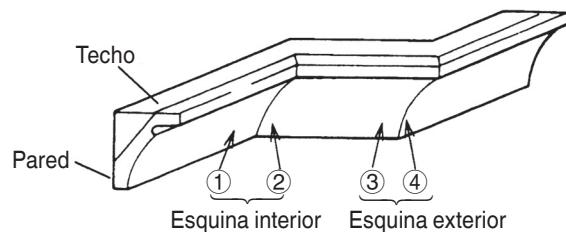
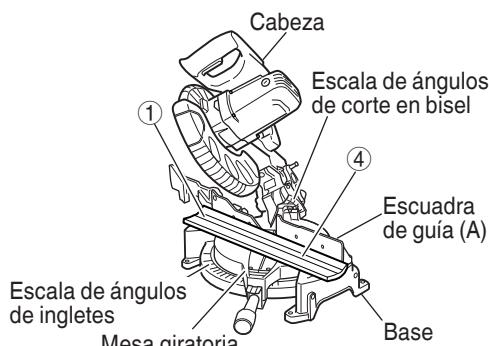
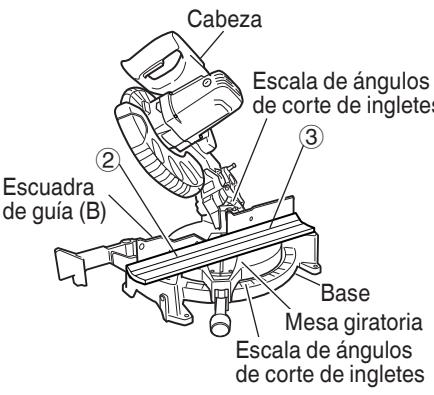

Fig. 26
Fig. 27
Fig. 28
Con respecto a las molduras en vértice típicas, consulte la Fig. 26.
- 1) Ajuste para cortar molduras en vértice a los posiciones ① y ④ de la Fig. 26 (consulte la Fig. 27, incline la cabeza hacia la izquierda):
- ① Gire la mesa giratoria hacia la derecha y ajuste el ángulo de ingletes de la forma siguiente:
- (2) Ajuste para cortar molduras en vértice a los posiciones ② y ③ de la Fig. 26 (consulte la Fig. 28, incline la cabeza hacia la izquierda):